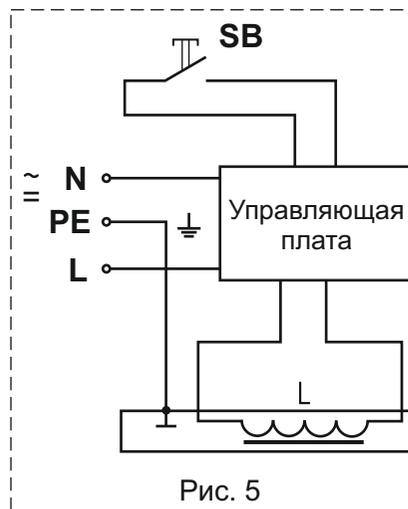

Рис. 5
4.3.7 Электрическая схема подключения клапана приведена на рис. 5. На схеме обозначение "SB" соответствует кнопке ручного взвода электрического типа.